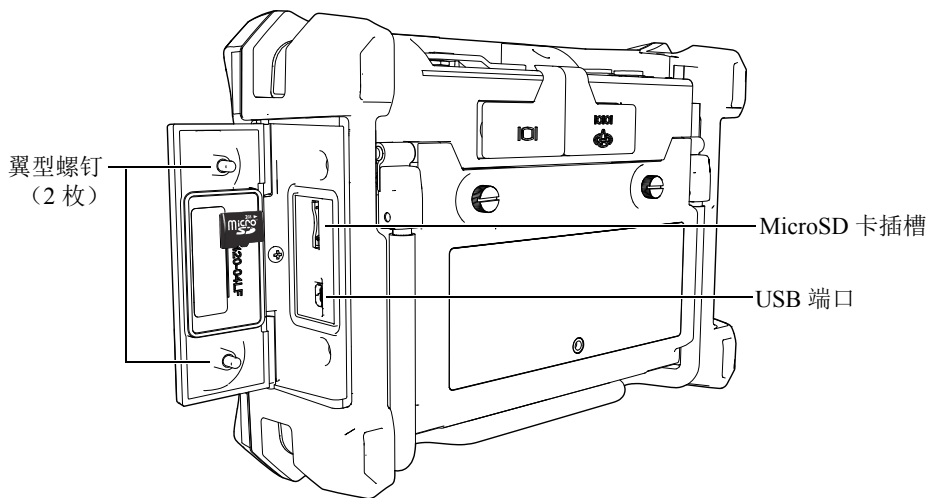

图 1-13 安装 MicroSD 卡
2. 拧松两个翼型螺钉，然后打开 Magna-Mike 8600 I/O 舱盖（参见第 24 页的图 1-13）。